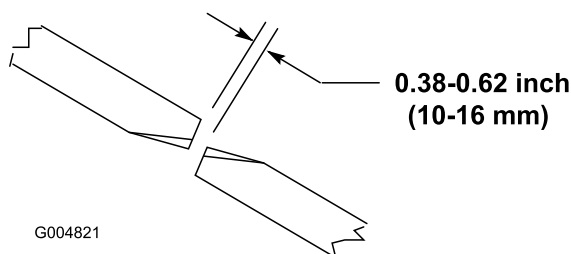

Figure 26
Pour que le tablier de coupe fonctionne correctement, les pointes des lames des tabliers latéraux et du tablier central doivent être espacées de 10 à 16 mm (0,38 à 0,62 po) (Figure 26).
2. Tournez une lame centrale et une lame latérale adjacente pour aligner les pointes des lames. Mesurez la distance entre les pointes des lames; elle doit être d'environ 10 à 16 mm (0,38 à 0,62 po) (Figure 26).